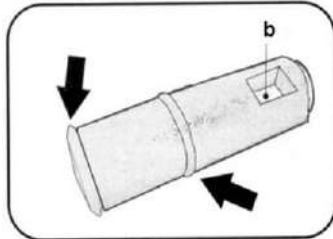

Abb. 40
1. Vor dem Zusammenbau der Komponente des Ablasshahns befeuchten Sie die Dichtungen des Ablasshahns (Abb. 38) und die Dichtungen (Abb. 40) mit Wasser.
3. Achten Sie beim Einsetzen des Ablasshahnstiftes darauf, dass das kleine Schwalbenloch (siehe Abb. 40) genau vor Ihnen liegt.